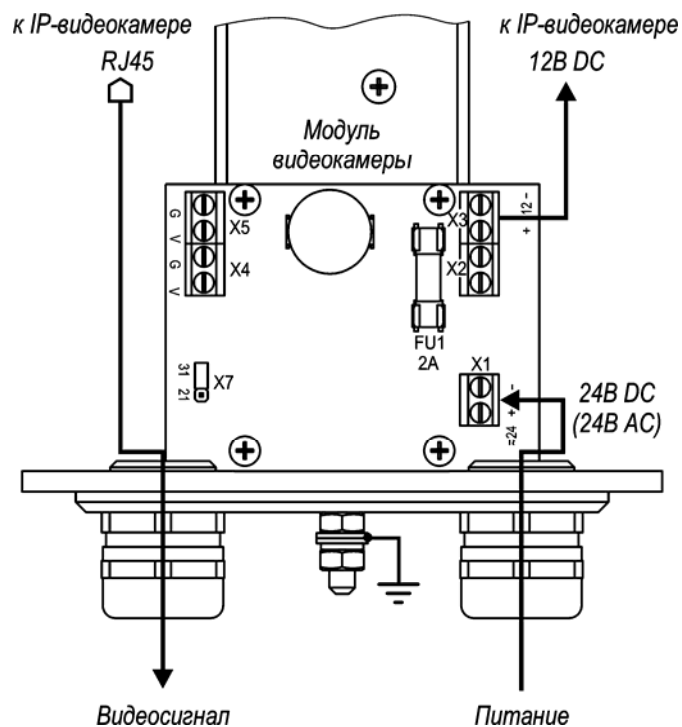

Рис.2 Схема подключения IP-видеокамеры
4. При необходимости изменить мощность обогрева, выкрутить 6 винтов крепления задней крышки гермобокса, выдвинуть модуль видеокамеры из кожуха и установить джампер X7 в нужное положение (рис.2). Установить модуль видеокамеры обратно в кожух. Закрутить 6 винтов крепления задней крышки с усилием $5\pm 0,5\text{Нм}$.
Предприятием изготовителем джампер Х7 установлен в положение «31» - мощность обогрева 31 Вт, для изменения мощности на 21 Вт джампер Х7 необходимо переставить в положение «21» (см. рис.2).